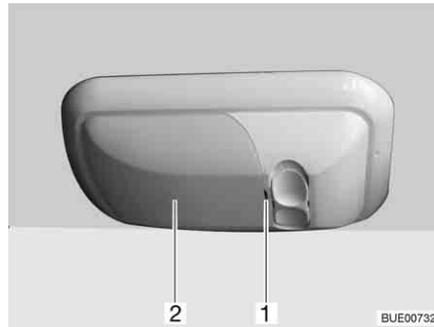

Bild 280 Garagenleuchte
- Abdeckung (Bild 280,2) vorsichtig mit einem geeigneten Werkzeug (z. B. Schraubendreher) an der Einkerbung (Bild 280,1) aushebeln und abnehmen.